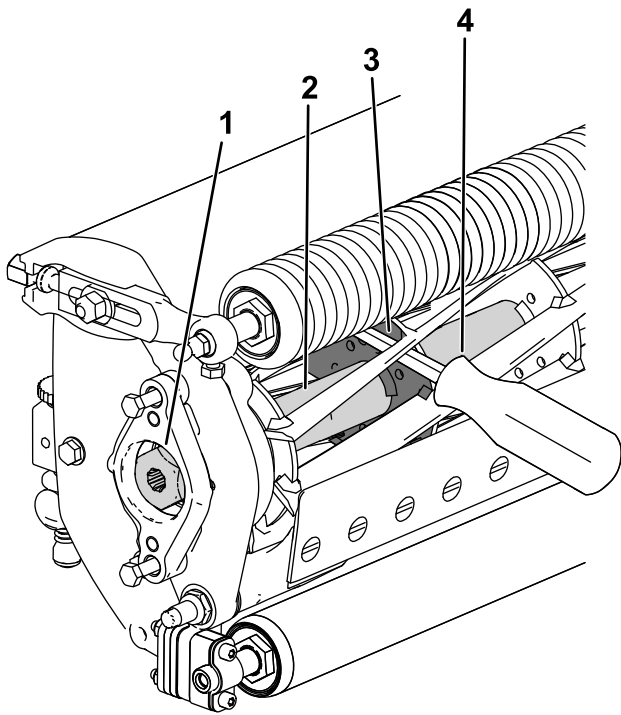

図 34
2. 長い柄のバール9 mm x 30 cm 程度のドライバータイプのもの。握りのついているものがよいを用意する。バールは、トルク作業を行う側に近い側で、リールの下から差し込むようにする 図 34。
3. リールサポートプレートの溶接されている側からバールを入れ 図 34、